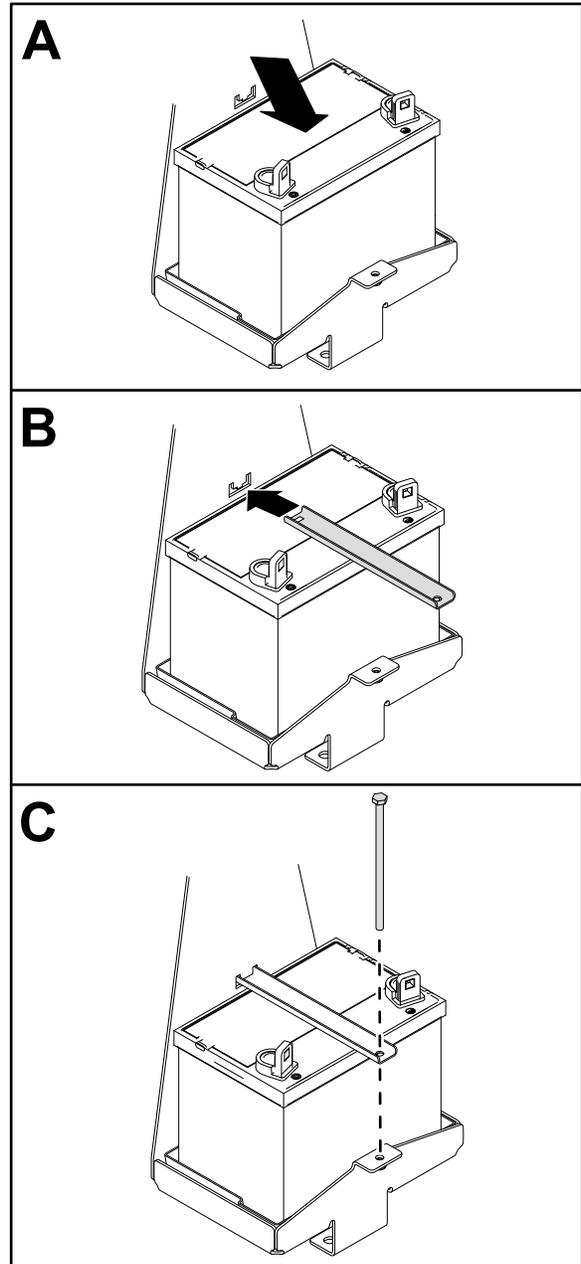

Figura 39
1. Instale la batería, como se muestra en la Figura 39.